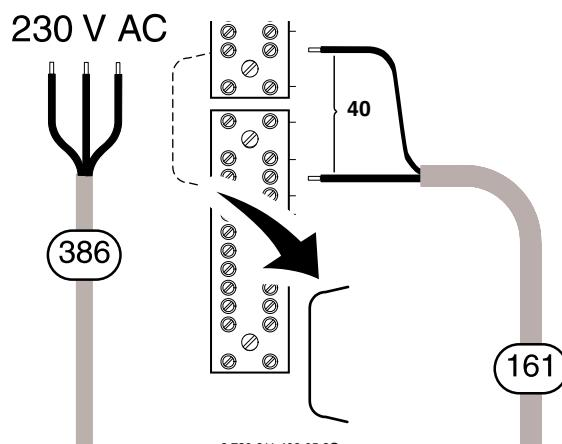

Рисунок 18. Подключение к отопительной установке – снять перемычку
- Кабель подключить как показано на рис. 18 (снять перемычку).